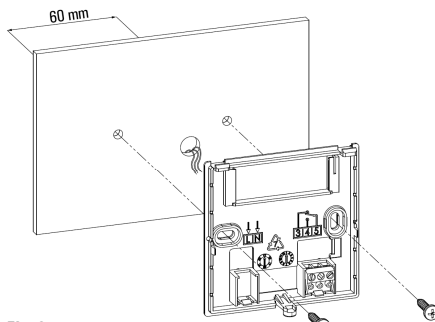

Fig. 6
- 4 Fixer la base directement sur le mur ou sur le boîtier de dérivation de 2 modules en introduisant deux vis dans les logements prévus à cet effet avec entraxe de 60 mm et en faisant attention à faire passer les câbles dans la fente selon les indications en Fig. 6.